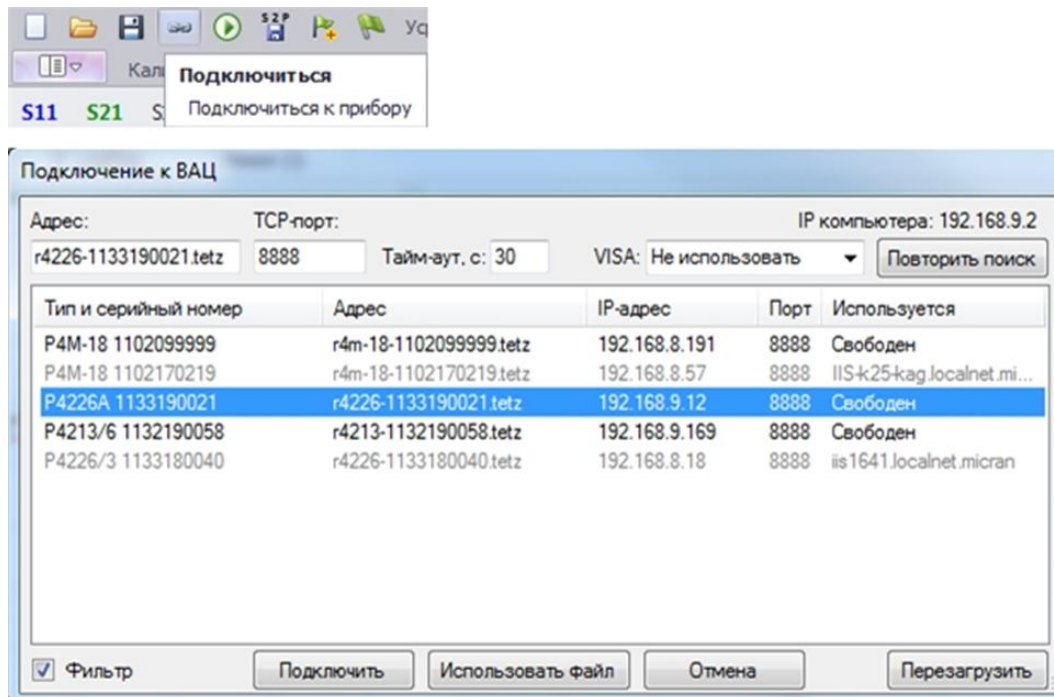

Рис. 34. Подключение к ВАЦ
3. Осуществите подключение к прибору (рис. 34);